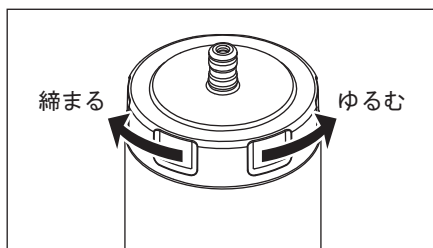

図 18
- 1) 各ボトルのフタを反時計方向に回して取り外します。(図 18)